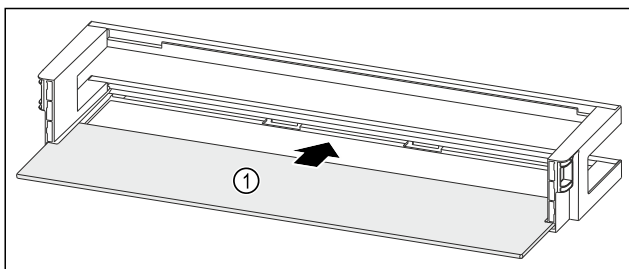

Fig. 242 Дверная полка со съемной полкой
- ▶ Вдвиньте съемную полку Fig. 242 (1) в боковые пазы.